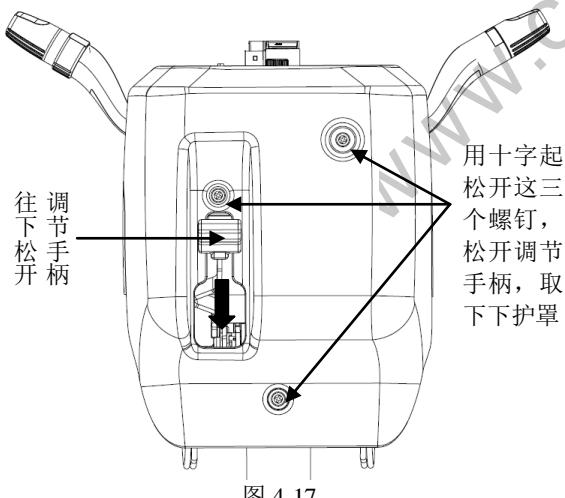

图 4-17
①上下组合开关护罩由六对塑料卡扣配合，由下往上将上护罩拉开并取下。
②用十字起松开下护罩的三个安装螺钉，并往下松开转向管柱角度调节手柄，取下下护罩。如图 4-17 所示。